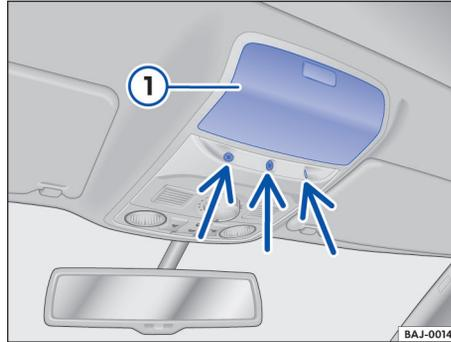

Fig. 27 En la consola del techo: sensores de la vigilancia del habitáculo.
Cierre el compartimento portaobjetos \Rightarrow fig. 27 ① de la consola del techo, ya que de lo contrario no puede garantizarse el funcionamiento correcto de la vigilancia del habitáculo (flechas).